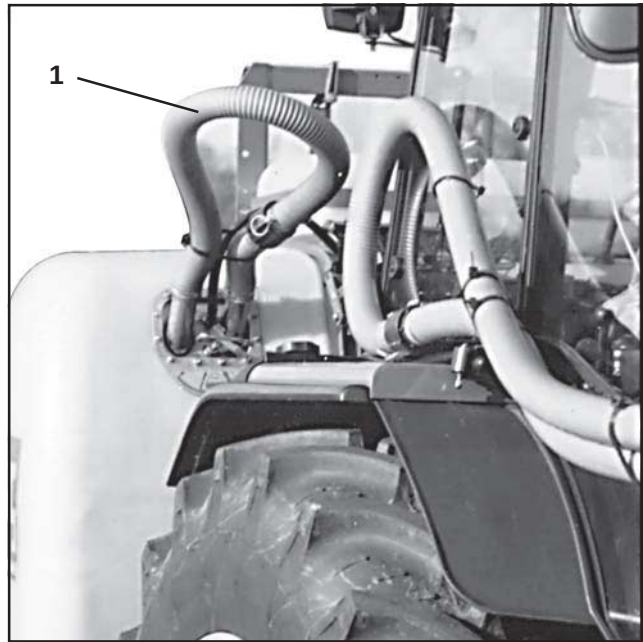

Fig. 7.6
- Schläuche zum Schutz der Kupplungen miteinander verbinden (Fig. 7.6).
- Schläuche über Kupplungen miteinander verbinden (Fig. 7.6).